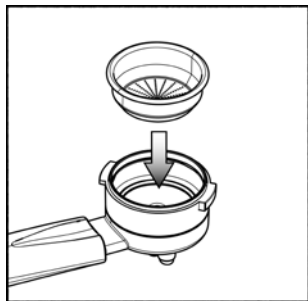

図8
- ・(図8) - 粉末用フィルター(11)をフィルターホルダー(10)にセットします。